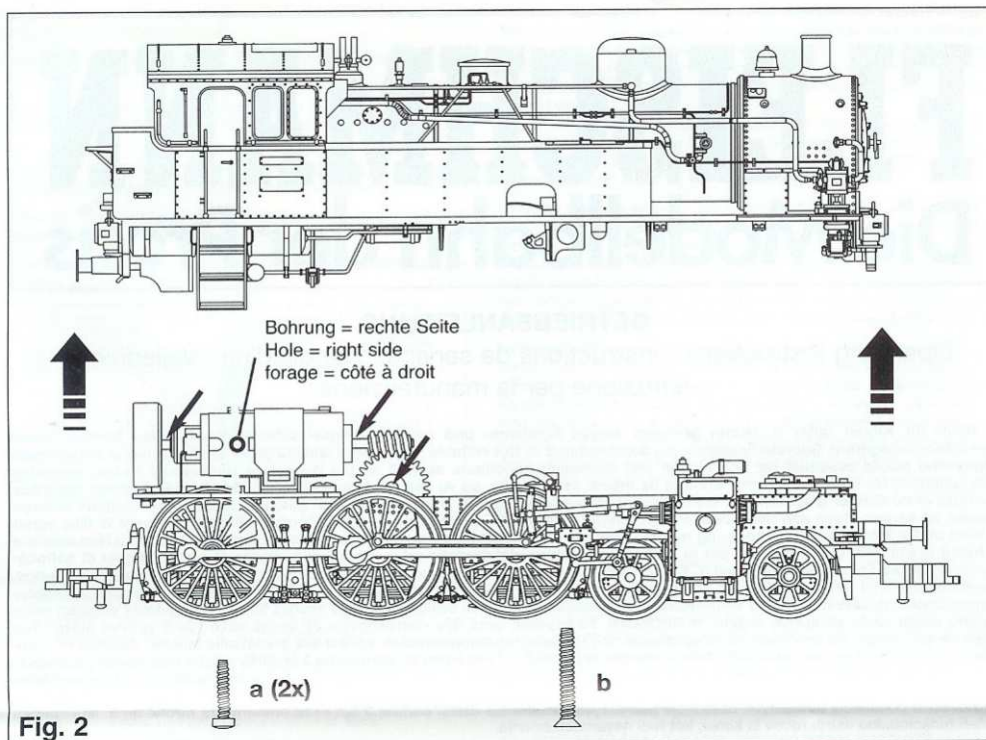

Fig. 2
Öffnen der Lok: Ein Öffnen der Lok ist nur zum Einbau eines digitalen Decoders, zum Kohlen- und Motorwechsel und Ölen des Getriebes erforderlich. Schrauben a (2x) und b entfernen und Lokgehäuse nach oben abnehmen (Fig. 2).
Ölen: Geölt werden Lagerstellen und Getriebe nur an den gekennzeichneten Lagerstellen (Fig. 2/3). Nur **FLEISCHMANN-ÖL 6599** verwenden. Nur ein kleiner Tropfen pro Schmierstelle (→), sonst Überölung. Zur Dosierung die in der Verschlusskappe der Ölflasche angebrachte Nadel verwenden.
Beim Einbau eines neuen Motors auf die richtige Lage achten. Hierzu die Lage der Bohrung am Motor beachten (Fig. 2, 6).
**Opening the loco:** Opening the loco is only necessary to install a digital receiver, to change the motor brushes, the motor and to oil the motor and gear. Remove screws a (2x) and b. Lift the loco body gently upwards (Fig. 2).
**Lubrication:** The bearings and gear-box need only be lightly oiled at the bearing points marked (Fig. 2 and 3). Only use **FLEISCHMANN-oil 6599**. Only put a tiny drop in each place (→), otherwise it will be overoiled. An applicator needle is located in the cap of the oil bottle for your use.
**Changing the Motor:** Press on the motor retainer clip to disengage and remove. Lift up the motor and take it out (Fig. 5). When installing the new motor, please take care to insert the new motor the right way round. The small hole on the side of the motor must be positioned on the right side (fig. 2, 6). **Exchange Motor: 50 4081**
**Ouverture de la locomotive :** Vous n'avez besoin d'ouvrir la locomotive que pour monter un module récepteur digital, pour remplacer des balais ou le moteur ainsi que pour le graissage du moteur et des engrenages. Soulever soigneusement le toit. Dévisser les vis a (2x), b et soulever verticalement la carrosserie (Fig. 2).
**Graissage :** Les supports et les engrenages doivent être huilés uniquement aux endroits indiqués (Fig. 2 et 3). N'utilisez que l'huile **FLEISCHMANN 6599**. Une seule goutte par point à lubrifier (→), afin d'éviter tout excès. L'aiguille montée dans le bouchon du petit flacon convient parfaitement à cet usage.
**Remplacement du moteur :** Presser verticalement les clames de maintien du moteur et enlever (fig. 6). Retirer le moteur vers le haut. Au remontage veiller à ce que le moteur pose correctement dans le logement. Tenir compte du le marquage (forage) sur le moteur est situé dans la côté à droit (fig. 2, 6). **Moteur de remplacement : 50 4081**
**Het openen van de loc:** Het openen van de loc is alleen nodig bij het wisselen van de koolborstels, wisselen van de motor, het oliën van de motorlagers en de tandwielen en voor het inbouwen van een digitale ontvangerbouwsteen. Schroeven **a (2x)**, **b** loosdraaien. Lochhuis loodrecht naar boven losnemen (Fig. 2).
**Oliën:** De lager en de aandrijving hoeven alleen op de aangegeven plaatsen geolied te worden (Fig. 2 en 3). Alleen **FLEISCHMANN olie 6599** gebruiken. Een klein druppeltje per smeerpunt (→) is heus voldoende, anders wordt de zaak te vet. Voor en juiste dosering het spuitje gebruiken dat wordt bijgeleverd in het olieflesjes.
**Het vervangen van de motor:** Motorhouderklem naar beneden drukken en verwijderen. Motor naar boven toe losnemen (Fig. 6). Let bij het inbouwen van de nieuwe motor op een juiste montage door middel van de rood/zwarte markering op de motor (Fig. 2, 6).
**Apertura della locomotiva:** L'apertura della locomotiva si rende necessaria solo per il montaggio di un modulo di ricezione digitale e il cambio delle carbonici, cambio del motore, e per la lubrificazione. Svitare le viti a (2x), b. Sfilare la carcassa della locomotiva verticalmente in alto (Fig. 2).
**Lubrificazione:** Dei supporti e l'ingranaggio vengono lubrificati solo nei punti contrassegnati dei supporti (Fig. 2 e 3). Utilizzare solo olio **FLEISCHMANN 6599**. Usare soltanto una piccola goccia per ogni punto di oliatura (→), altrimenti si rischia di oliare troppo. Per il dosaggio utilizzare l'ago di cui è provvisto il tappo di chiusura del flacone dell'olio.
**Sostituzione del motore:** Premere verso il basso il supporto del motore e toglierlo sollevandolo verso l'alto. Sollevare verso l'alto il motore (Fig. 6). Inserire il nuovo motore nel suo alloggiamento facendo attenzione a posizionarlo in modo corretto. Fare attenzione al contrassegno (foratura) sul motore (Fig. 2, 6).